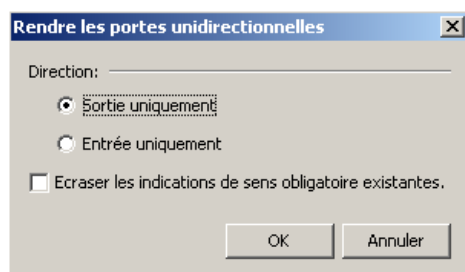

Figure 3.15 : dialogue pour rendre les portes unidirectionnelles
3. Un dialogue apparaît alors, comme illustré à la figure 3.15. Depuis ce dialogue, choisissez si les occupants peuvent uniquement **Entrer** ou **Sortir** de la pièce. Si des portes de la pièce étaient déjà signalées comme unidirectionnelles, une autre option permettra d'écraser les données sur l'état unidirectionnel de ces portes. Cliquez sur **OK** dans ce dialogue pour que les portes deviennent unidirectionnelles.